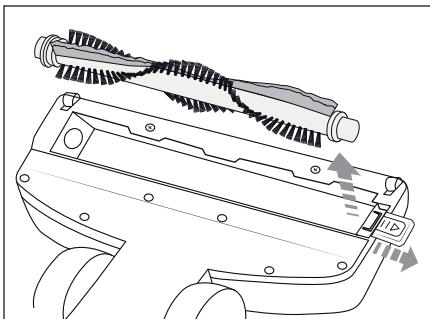

Fig. 7
- 2) Far scorrere il dispositivo di blocco verso l'esterno ed estrarre il rullo a spazzola **15** dalla bocchetta per pavimenti (Fig. 7).